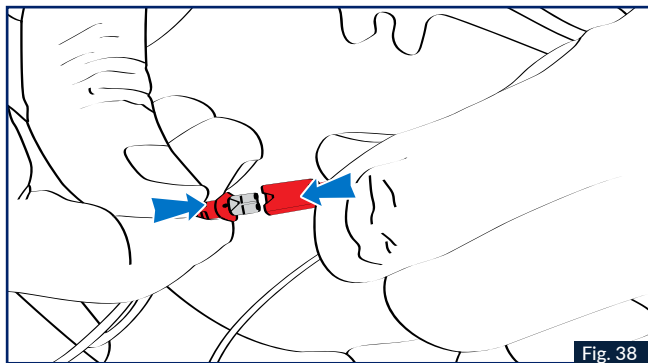

Fig. 38
9. Conectar el micrófono (conector rojo) y el teclado de acuerdo con la Fig. 38